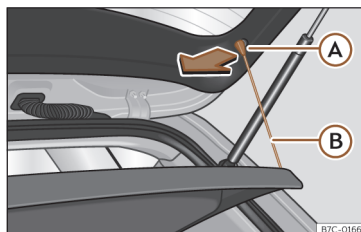

Abb. 134 Im Gepäckraum: Gepäckraumabdeckung aus- und einbauen.
»» **Abb. 134** (B) aus den Aufnahmen (A) aus.
»» **Abb. 134** (B) an der Heckklappe ein.